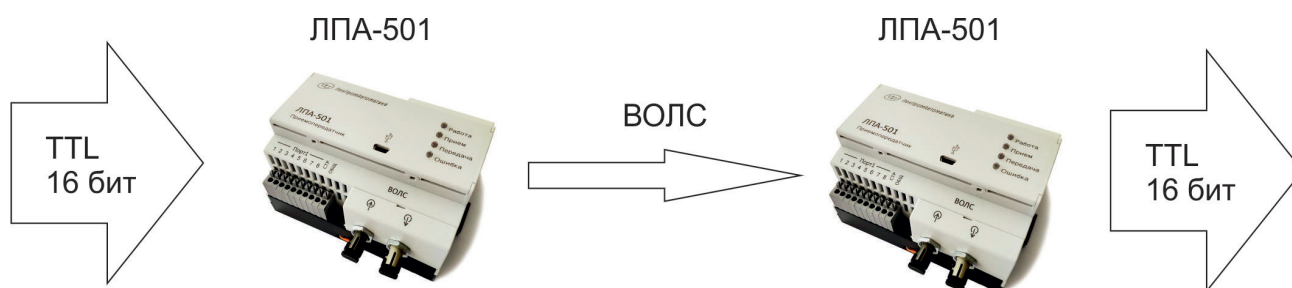

Рис. 4. Однонаправленная передача данных по оптоволокну
► **однаправленная передача данных по оптоволокну** (рис. 4). При однаправленной передаче пользователь также может выбирать исполнения как с гальваническим разделением портов, так и без него, что сократит стоимость. Для дальнейшего сокращения стоимости конечного